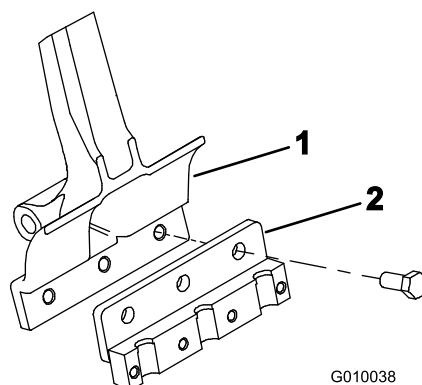

Figure 22
- Fixez un porte-louchets sur chaque bras d'aération (Figure 22) à l'aide de 3 boulons ($\frac{1}{2} \times 1\frac{1}{4}$ po). Serrez les boulons à 101,6 N·m (75 pi-lb).